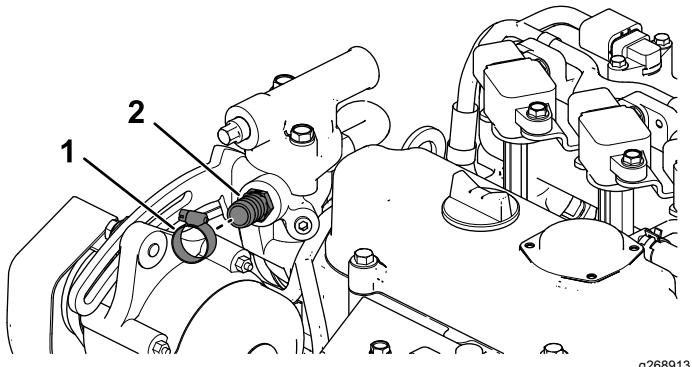

Рисунок 13
- Установите прямой штуцер ($\frac{5}{8}$ дюйма) с шланговым хомутом (Рисунок 13).